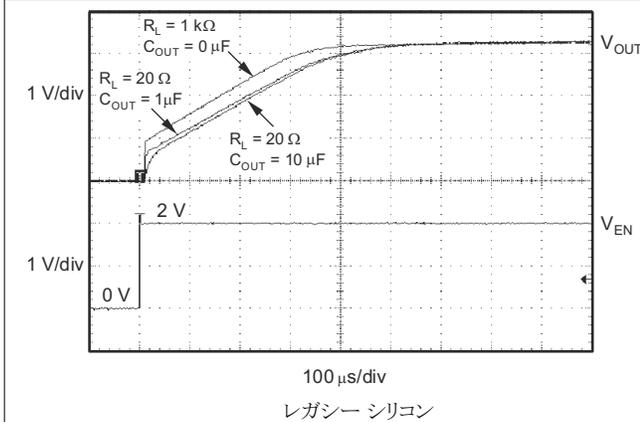

図 5-39. TPS73233 のターンオン応答
イネーブルピン (EN) はアクティブ High であり、標準の TTL-CMOS レベルと互換です。イネーブルピン (EN) はアクティブ High であ標準的な TTL-CMOS レベルと互換性があります。 V_{EN} が 0.5V (最大値) 未満になると、レギュレータはオフになり、GND ピンの電流は約 10nA にまで低下します。EN ピンを使用してレギュレータをシャットダウンすると、すべての電荷がパストランジスタのゲートから除去されます。 V_{EN} が 1.7V (最小値) を超えるとレギュレータはオンになり、出力は制御された V_{OUT} に戻ります (詳細は 図 5-39 を参照)。